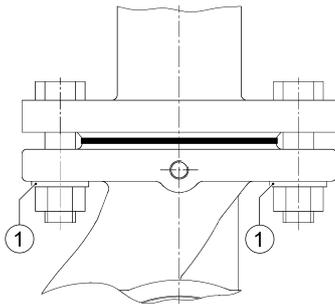

Fig. 12: Montage avec bride combinée
- Entre la tête de vis/d'écrou et la bride combinée, les rondelles jointées (fig. 12, pos. 1) doivent être utilisées.